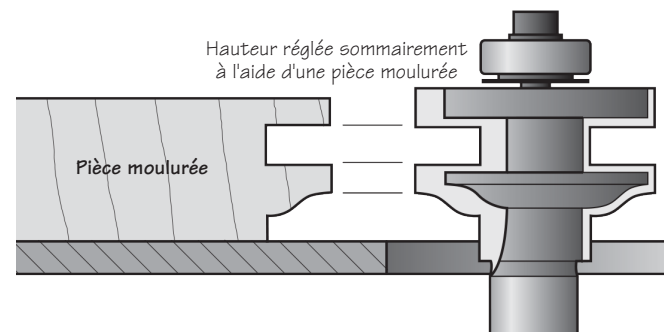

Figure 3 : Réglage de la mèche à contre-profil
4. Fixez la mèche à contre-profil sur la toupie. À l'aide d'une pièce déjà moulurée, réglez la hauteur de la mèche en utilisant une pièce déjà moulurée. Voir la **figure 3**.